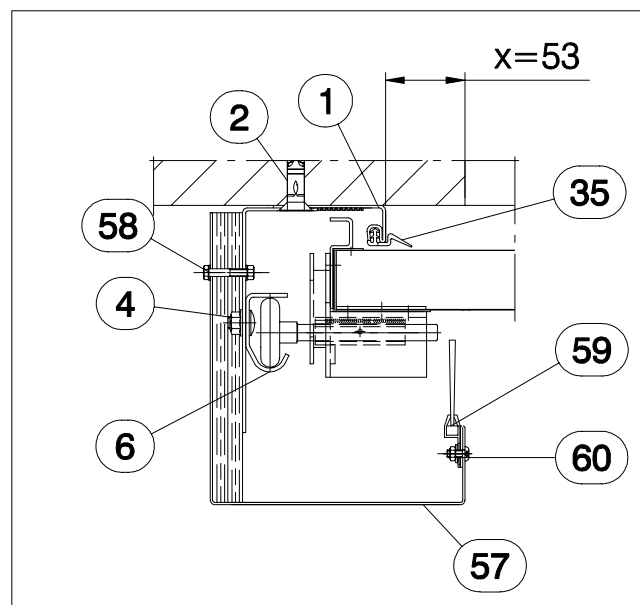

Abb. 1
- Seitliche Zargenteile (1) nach OKF oder Meterriss lotrecht ausrichten (Schlauch-/Wasserwaage, Nevelliergerät) und mit Schraubzwingen festsetzen.
- Seitliche Zargenteile (1) durch das vorgegebene Lochbild bei Beton mittels Schwerlastanker FH 12/10 SK (2) mit der Wand verdübeln. (s. Abb.1) Bei Mauerwerk Durchschraubbolzen M12 verwenden. Das Montagemaß ($x = 53$) muss eingehalten werden (s. Abb.1).
- Untere waagerechte Laufschiene (3) am Laufschienebogen durch das vorgegebene Lochbild mittels Flachrundschrauben M8x15 und Sechskantmutter (4) mit dem seitlichen Zargenteil lose verschrauben, jedoch nicht festziehen (s. Abb.1 u. 2).
- Sind die unteren waagerechten Laufschiene (3) in allen Richtungen ausgerichtet, müssen diese am Laufschienebogen mit den senkrechten Laufschiene (6) ansatzfrei an die seitlichen Zargenteile (1) fest verschraubt werden (s. Abb.1 u. 2).